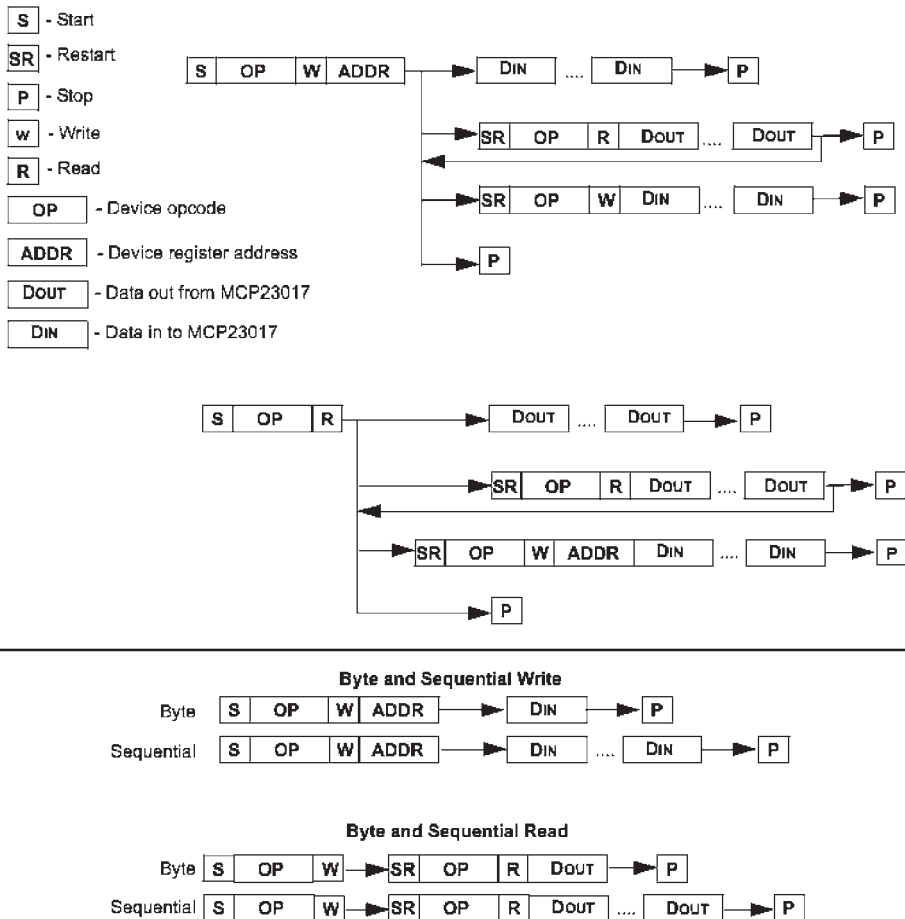
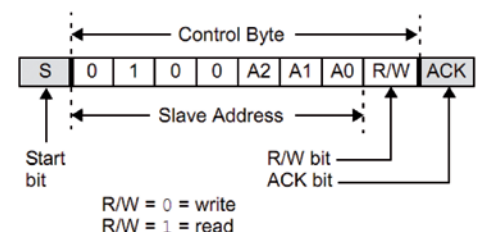

Fig. 8
Fig. 9
Per fare un esempio guardiamo la Fig. 8, estrapolata dal datasheet, la quale evidenzia una possibile comunicazione verso la periferica MCP23017. Si noti che la comunicazione inizia sempre con uno "Start Bit" per poi concludersi sempre con uno "Stop Bit". Il primo byte che si deve obbligatoriamente sempre inviare dopo uno "Start Bit" è il cosiddetto "Control Byte", vedere Fig. 9, il quale deve contenere il codice univoco di identificazione della periferica, in questo caso "0100", l'indirizzo fisico della periferica con cui comunicare (per MCP23017 è sempre "000") e per finire un bit che identifica se si sta eseguendo una scrittura o una lettura sulla periferica.
Nella Fig. 8 non viene erroneamente evidenziato che, sia per la scrittura/lettura di un singolo byte che per la scrittura/lettura sequenziale di byte, è necessario indicare da quale indirizzo di partenza si vuole iniziare a scrivere o leggere. Questo concetto vale per tutte le periferiche I²C. Quindi ricapitolando, il firmware, per gestire una comunicazione I²C verso una delle possibili periferiche, deve:
Ogni periferica ha il proprio "Control Byte" (vedere Fig. 9). La periferica interrogata, per ogni byte ricevuto, deve obbligatoriamente generare un segnale di ACK. Se il PIC18F2620 non riceve ACK da parte della periferica dovrà abortire la comunicazione generando lo "Stop Bit";
- b) Inviare nuovamente il "Control Byte" specificando che si sta eseguendo una operazione di lettura. Vedere Fig. 9;